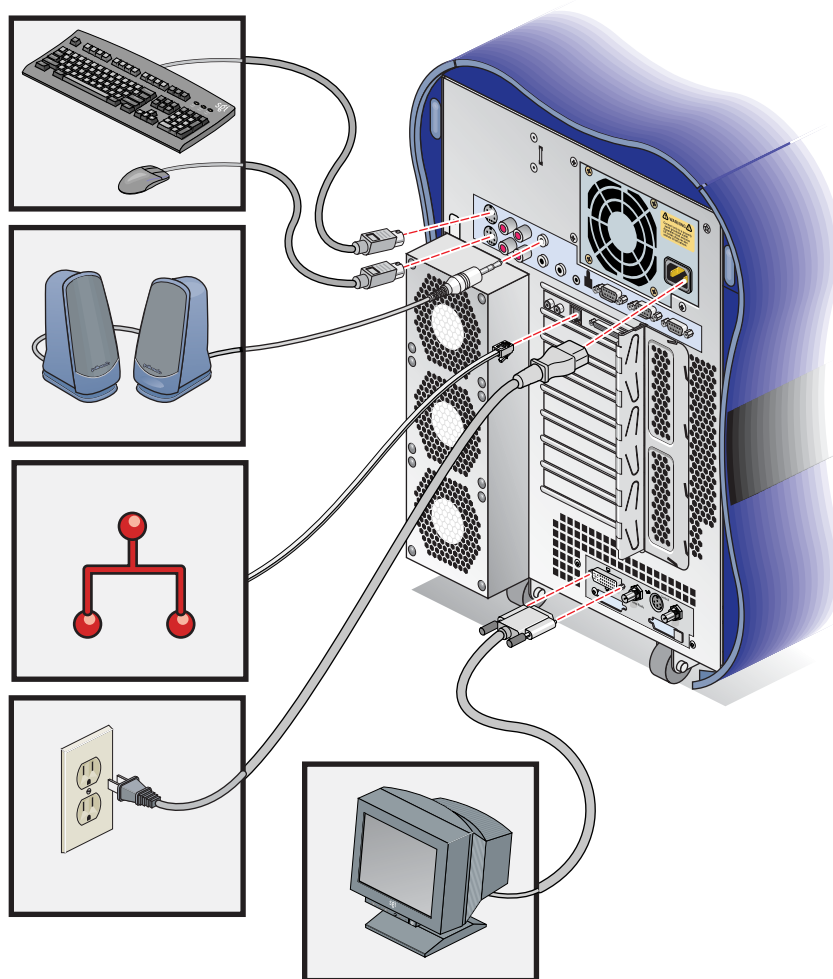

図 3-7 ワークステーションへのケーブルの再接続
1. 筐体の背面にすべてのシステム・ケーブルを再び接続します (図 3-7 を参照)。